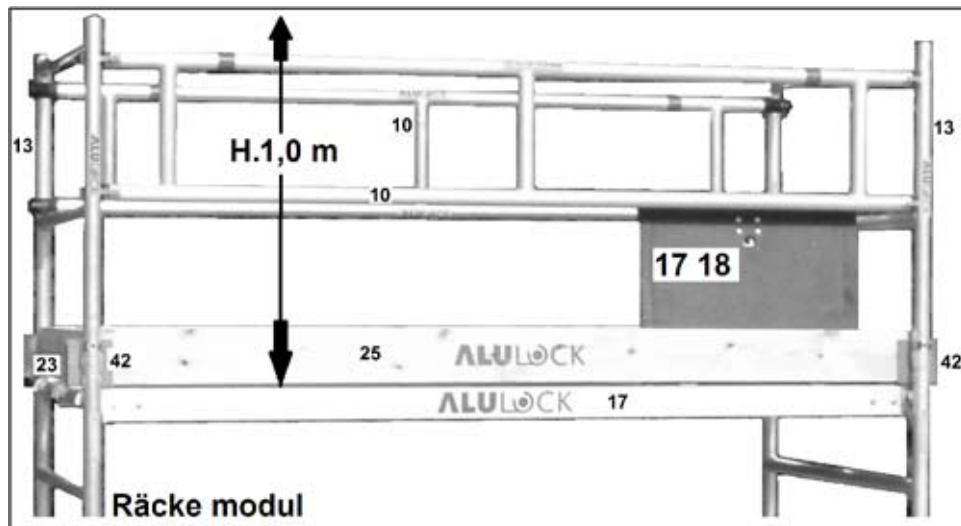
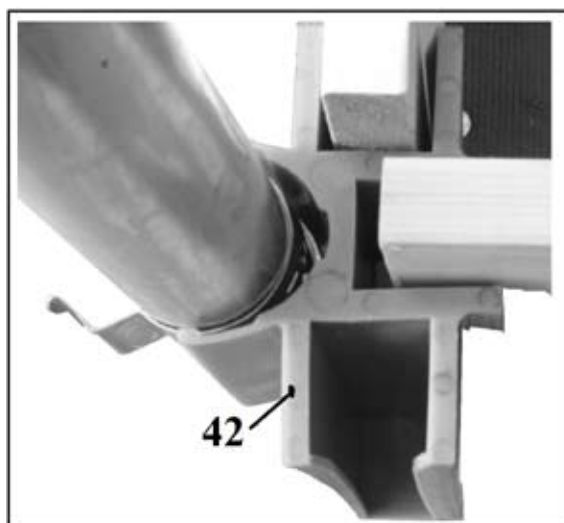

Fig.18
Fig.19
9. Du kryper igenom lemman och på plattform 17, för det första, monteres de 4 hörnkon solerna 42 som håller glidlisterna på plats, se Fig. 19 är sparklistens långsida 25 placerad först i hörnfästena, nu är de 4 korta sparklisten 23 monterade, se fig. 18.
10. Installation av räcket modulen, se sidan 37 i figur 18 utförs genom att först fästa ändlock Fig 18/14 och låser med fjederlås. Applicera sedan längsgående räckan fig. 18/10 med klädsel inifrån och ut. Kontrollera att låsstiftet är i låst läge. Fotsteg Lister, här tillämpas på gröna hörnfästen Fig 19/42 Baseboard långsidan, figur 18/26 appliceras först, sedan golvlister, kortsida, Fig 18/24, vilket är fast fotsteg på sin plats, utan verktyg.
7. Installera räckmodulen se sidan 37 Fig. 18 och 19 utförs först fäst ändplattan, fig.18 / 14 och lås med fjädrar, applicera sedan långhänt handräckan, fig. 18/10 med klockor inifrån och ut.Kontrollera att låsstiftet är i låst läge.
8. Fotlister - Nu är 4 gröna hörnkonsoler placerade fig. 19/42 efteråt Fotlister Longitudinal Fig. 18/26 - kort sida (2x2 brädor) fig. 18/24 nu där Fotpallar läses på plats utan användning av verktyg.
6. Montera rammodulen **se sidan 37 Fig. 18 och 19** görs genom att först applicera ändplattan, Fig.18 / 14 och låsa med fjäderlås och sedan fästa långa räckan, Fig. 18/10 med klo in och ut. Kontrollera att låsstiftet är i låst läge.
7. Fotlister - Nu är 4 gröna hörnkonsoler placerade fig. 19/42 efteråt Fotlister Longitudinal Fig. 18/26 - kort sida (2x2 brädor) fig. 18/24 nu där fotpallar låsta på plats utan användning av verktyg.7. Placera fotlister av trä - Placera de 4 gröna hörnhållarna fig.19/42 efteråt. Fotlister Fig.18/26 - kort sida (2x2 brädor) fig.18/24 nu där fotlister låses på plats, utan användning av verktyg.